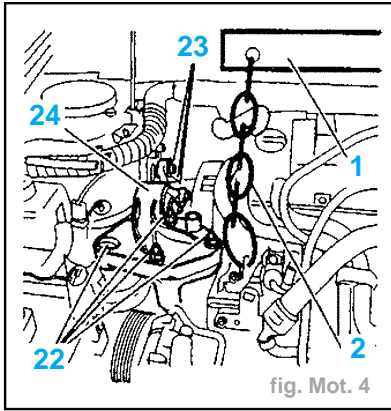

fig. Mot. 4
- Soutenir le moteur à l'aide du palonnier (1) et des chaînes de levage (2) (fig. Mot. 4).
- Déposer fig. Mot. 4) :
- les écrous (22),
- les 3 vis de fixation (23),
- l'ensemble support moteur et biellette anticouple (24).